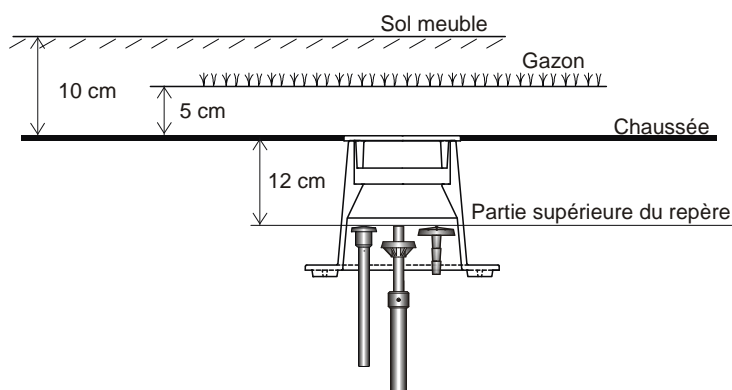
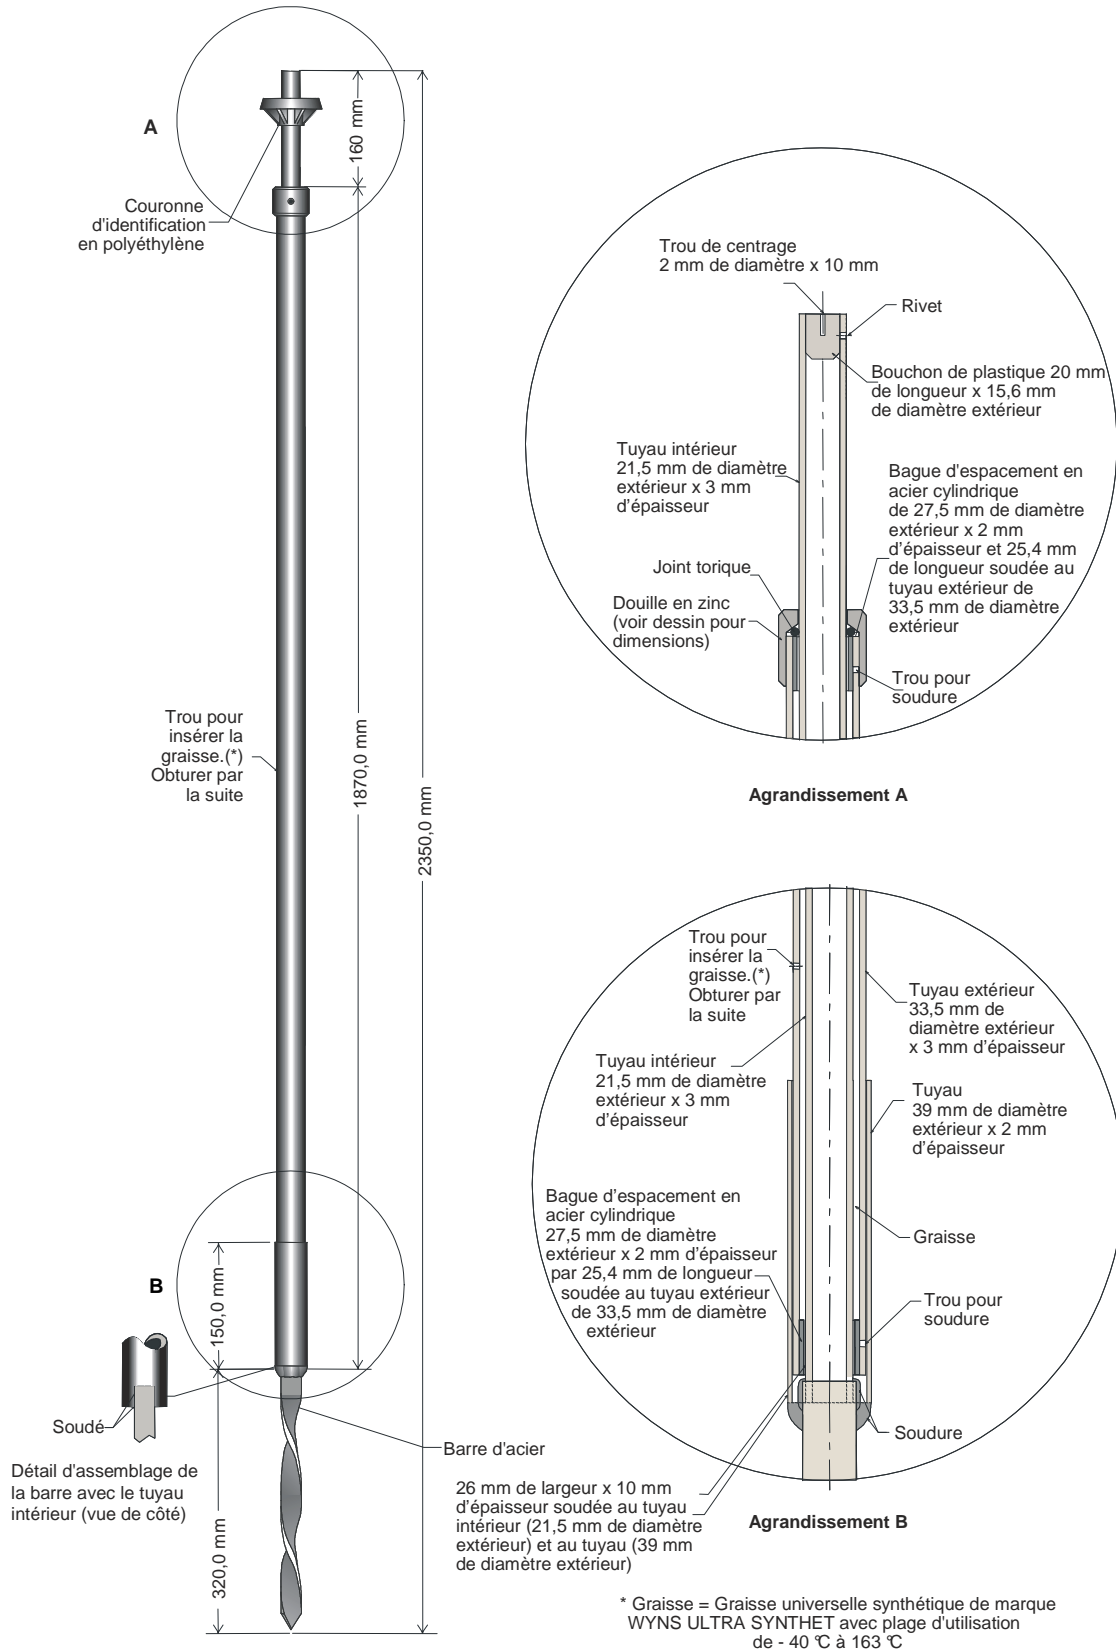
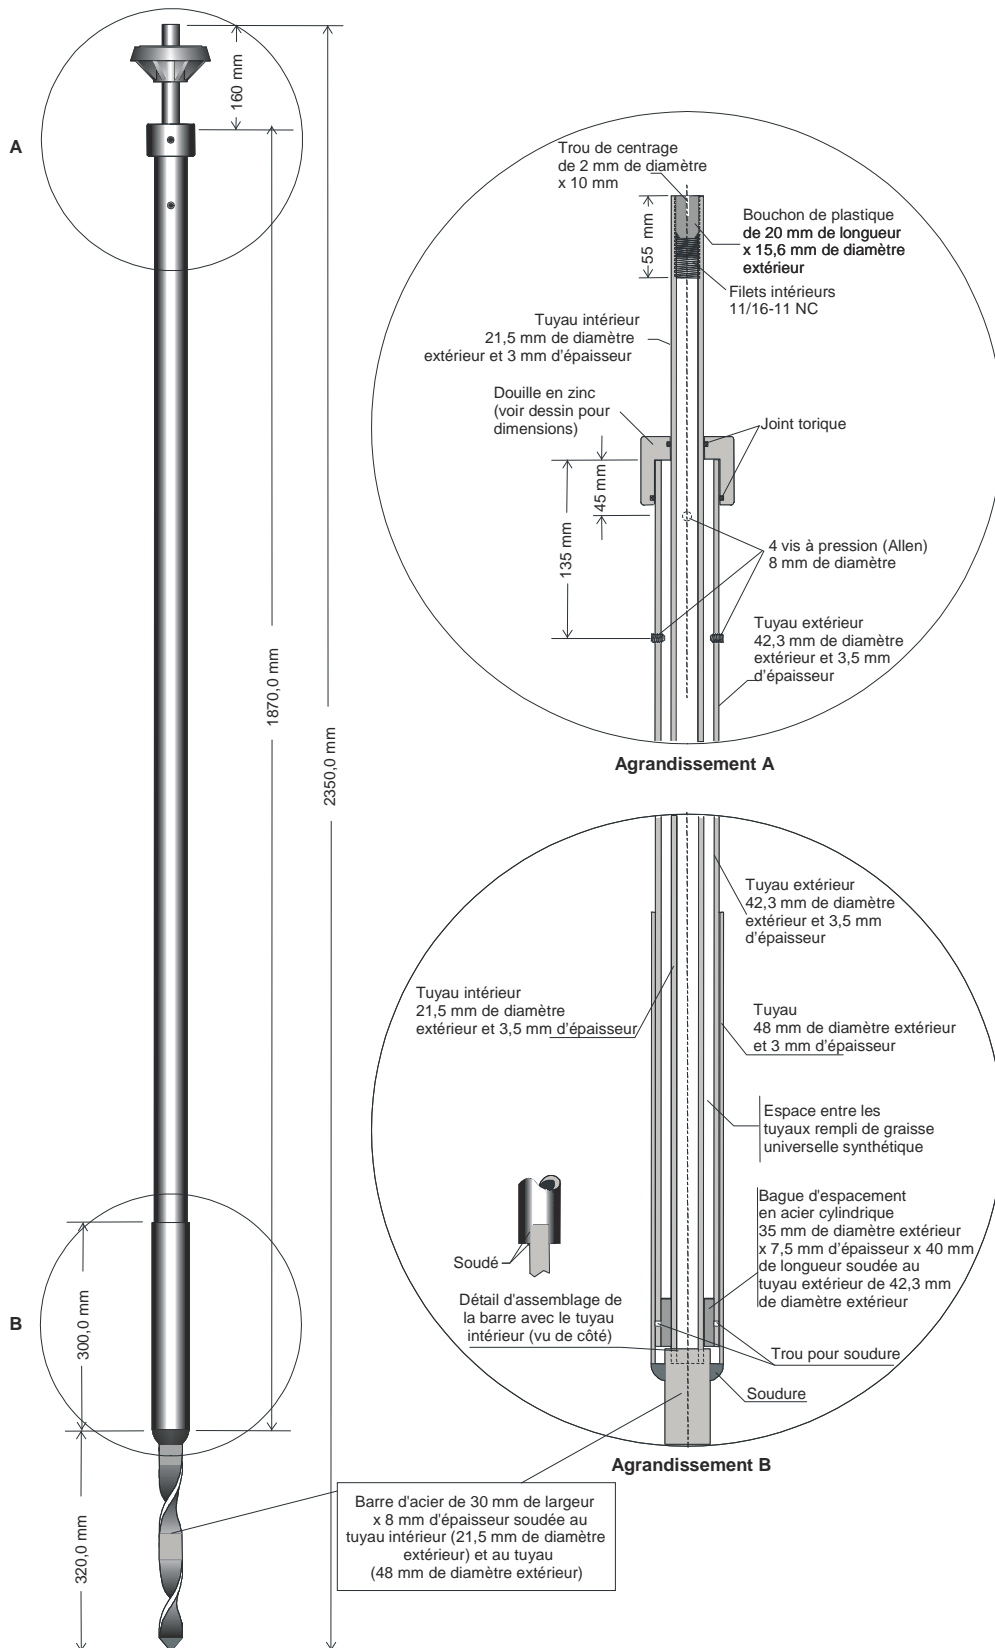

Figure 5 : Profondeur du regard protecteur
Figure 11 : Tuyau double (34 mm)
Figure 13 : Tuyau double (42 mm)
La figure 5 résume les distances à respecter pour la pose du regard protecteur, quel que soit le type de repère implanté.
Si la surface de fixation est à moins de 30 cm du sol, un regard protecteur doit être installé en fonction du site et de la profondeur du repère (figure 5).
- couper le tuyau à la profondeur requise en fonction du site et de la profondeur du repère (figure 5);
- couper le tuyau à la longueur requise en fonction du site et de la profondeur du repère (figure 5);
Le repère de type tuyau double existe en 2 versions : une de longueur fixe de 34 mm de diamètre (figure 11) et une de longueur variable de 42 mm de diamètre (figure 13).
- C. **Si le roc est rencontré à une profondeur variant entre 1,80 m et 2,20 m** : il faut creuser un trou permettant l'installation d'un regard protecteur en fonction du site (figure 5). La douille en zinc et le joint torique scellant le tuyau extérieur (figure 11, agrandissement A) sont retirés. Un tuyau double est coupé à son extrémité supérieure à l'aide d'un coupe-tuyau de façon à ce que, lorsque le repère est enfoncé et appuyé sur le roc, le sommet du tuyau intérieur respecte la profondeur requise. Le sommet du tuyau extérieur doit se trouver 16 cm plus bas que le sommet du tuyau intérieur. Il est à noter que le sommet du tuyau extérieur doit être au-dessus du sol, au fond du trou prévu pour le regard protecteur.
Un bouchon de polyéthylène avec trou de centrage est enfoncé complètement au sommet du tuyau intérieur (figure 11, agrandissement A).
Le matricule du repère est gravé sur une couronne de polyéthylène et celle-ci est placée autour du tuyau intérieur de façon à ce que la partie supérieure de la couronne se trouve environ 1 cm plus bas que le sommet du tuyau. Finalement, le regard protecteur est installé. Si le manchon utilisé est en aluminium, il faut ajouter une hausse de 10 cm pour respecter l'espacement de 12 cm (figure 5).
- D. **Si aucun obstacle n'est rencontré jusqu'à l'enfoncement complet de la tige de sondage et que le sol offre une résistance suffisante permettant de croire que le repère ne bougera plus** : la tige de sondage est retirée et un trou est creusé pour permettre l'installation d'un regard protecteur en fonction du site (figure 5). La douille en zinc et le joint torique scellant le tuyau extérieur (figure 11, agrandissement A) sont retirés.
La douille en zinc scellant le tuyau extérieur (figure 13, agrandissement A) est retirée. Le tuyau double est enfoncé à l'aide d'un marteau-piqueur muni d'un adaptateur approprié et les allonges requises sont ajoutées. L'exécutant ne doit pas ajouter plus de deux sections d'un mètre.
Un bouchon de polyéthylène avec trou de centrage est enfoncé complètement au sommet du tuyau intérieur (figure 13, agrandissement A).